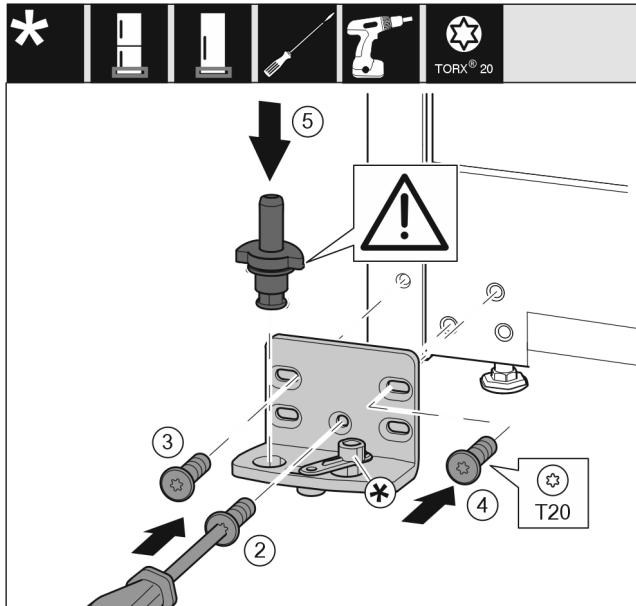

Fig. 14
- Ležajni podstavek namestite na drugo stran in privijte s pomočjo izvijača T20. Pričnite z vijakom 2 spodaj na sredini. Fig. 14 (2)
- Privijte vijaka 3 in 4. Fig. 14 (3,4)
- V celoti vstavite ležajni sornik. Pri tem pazite na to, da je zaskočni zapah obrnjen nazaj. Fig. 14 (5)